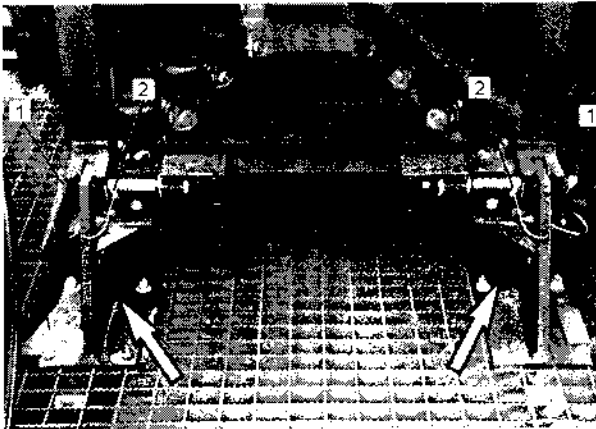

Bild 49
6. Aufgeschwenktes Mastpaket in den Mastanschlagwinkeln (Bild 49/Pfeile) sichern; dazu Steckbolzen (Bild 49/1) einstecken und mit Federsteckern (Bild 49/2) sichern.